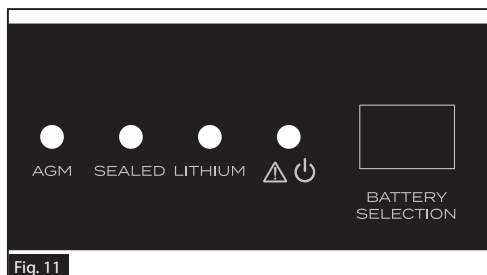

Fig. 11
- Para seleccionar el tipo de batería correcto, presione el botón BATTERY SELECTION. (Figure 11)
- Compruebe que el sistema esté operativo; vale decir, que el LED de carga esté parpadeando o esté de color verde sólido. (Figure 11)